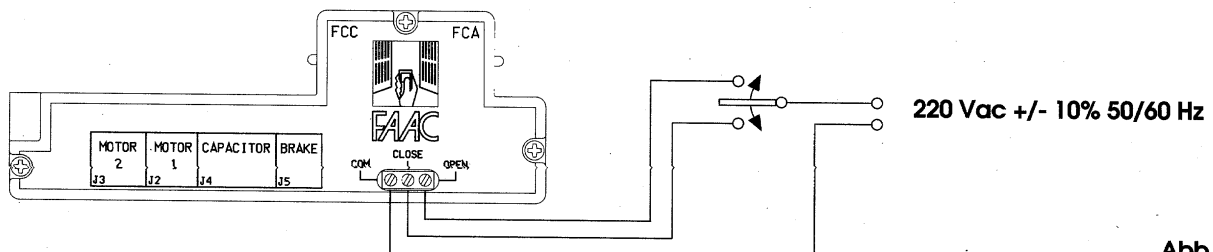

Abb. 8
**WICHTIG:** DIE SCHALTAFEL (ABB. 8) IST NUR FÜR INNENBEREICHE ZUGELASSEN.